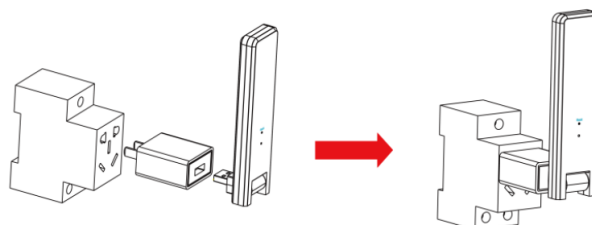

Figure 1
a. Connectez le SLA à l'adaptateur et branchez-le dans la prise murale. (Figure 1)